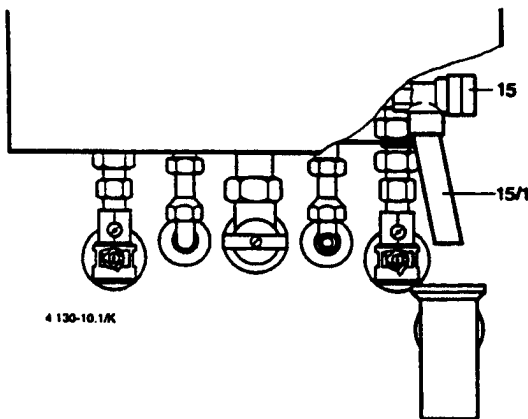

Рис. 9
Из соображений безопасности необходимо вкрутить в рычаг слева внизу шуруп, чтобы предотвратить несанкционированное снятие кожуха, см. рис. 9.
- Сливную трубку (15/1) вкрутить в сбросной клапан (15), рис.9.